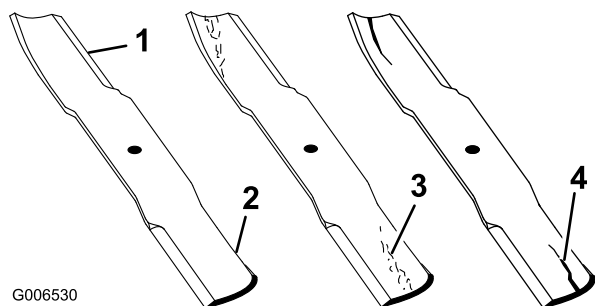

Figura 41
1. Inspeccione los filos de corte (Figura 41). Si los bordes no están afilados o tienen mellas, retire las cuchillas y afílelas; consulte Cómo afilar las cuchillas.
2. Inspeccione las cuchillas, especialmente la parte curva (Figura 41). Si observa daños, desgaste o la formación de una ranura en esta zona (elemento 3
en la Figura 41), instale inmediatamente una cuchilla nueva.